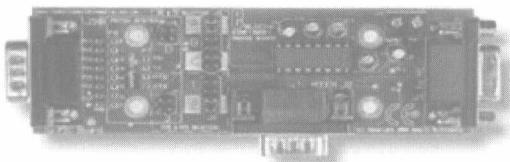

图 2.1-2 FlowCodeRS232 接口板
(1) FlowCodeRS232 接口板如图 2.1-2 所示。